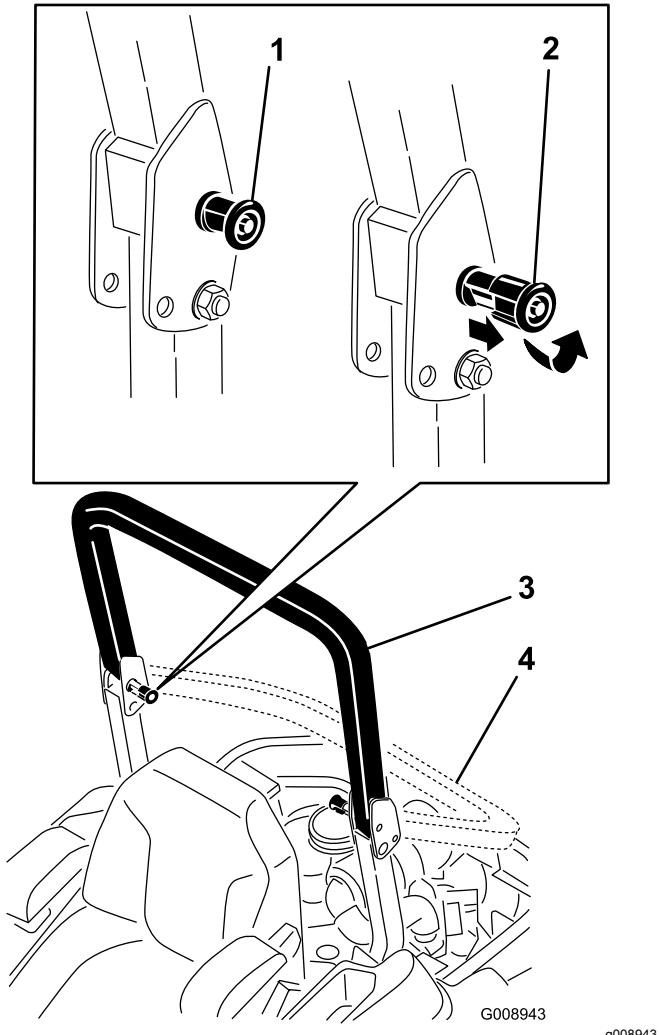

Figura 8
2. Tire de ambos pomos hacia fuera y gírelos 90 grados para desengranarlos (Figura 8).
3. Coloque la barra antivuelco en la posición de bajada (Figura 8).
- 4. Para elevar la barra anti-vuelco, suba la barra a la posición de uso y gire los pomos para que se introduzcan parcialmente en las ranuras (Figura 8).
- 5. Eleve la barra antivuelco a la posición vertical, presionando sobre la parte superior de la misma; las clavijas encajarán en cuanto se alineen con los orificios (Figura 8).